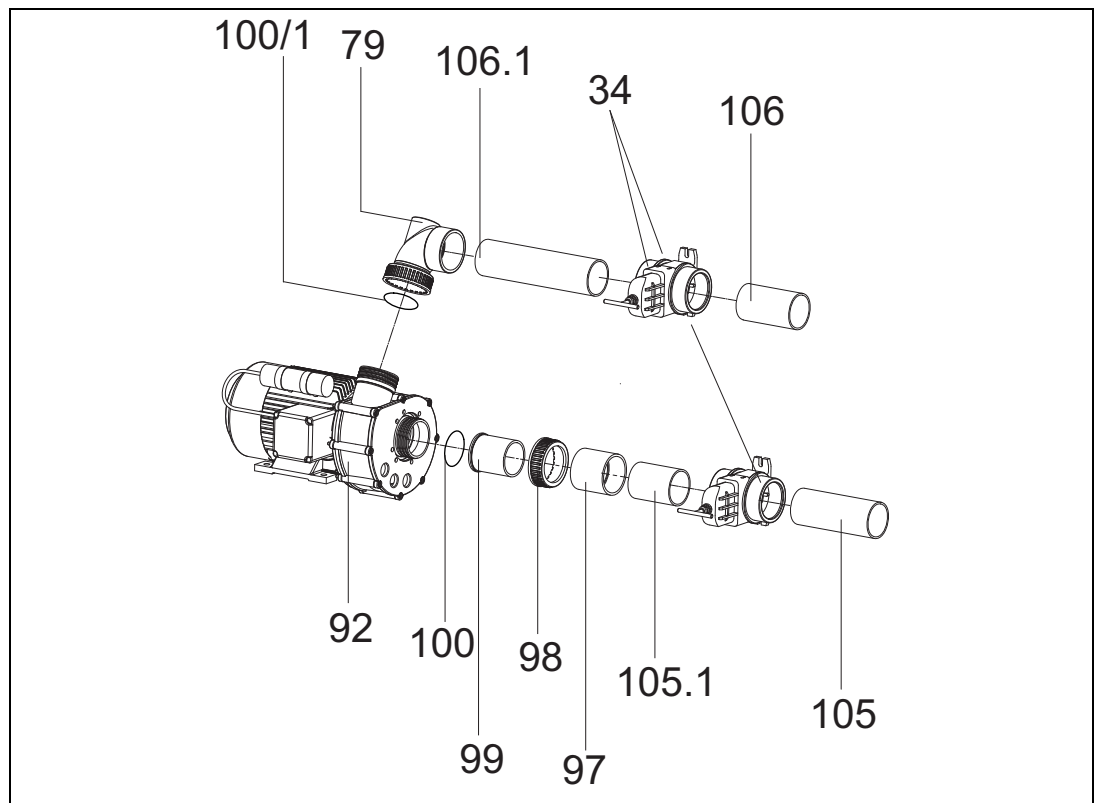

Abb.14
13. Die Jet-Pumpe (**92**) saugseitig mit Saugrohr (**105.1**), Muffe (**97**), Verschraubung (**98; 99**) und druckseitig mit Druckrohr (**106.1**), Spezialreduzierwinkel (**79**) anschließen bzw. verkleben (Abb.14).